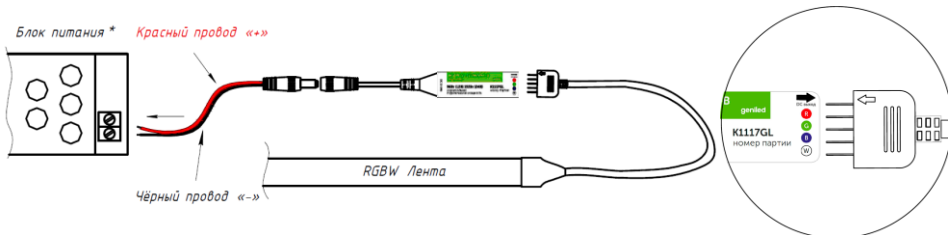

Рисунок 6. Подключение ленты Geniled RGBW.
5.7. При подключении светодиодной ленты необходим контроллер RGBW для управления. Подключение контроллера к светодиодной ленте осуществляется за счет пятиконтактного штеккера. Для подключения используйте ленту с данным штеккером (см. рисунок 6). Вставьте штеккер в разъемы контроллера при этом совместите стрелки на контроллере и на разъеме.